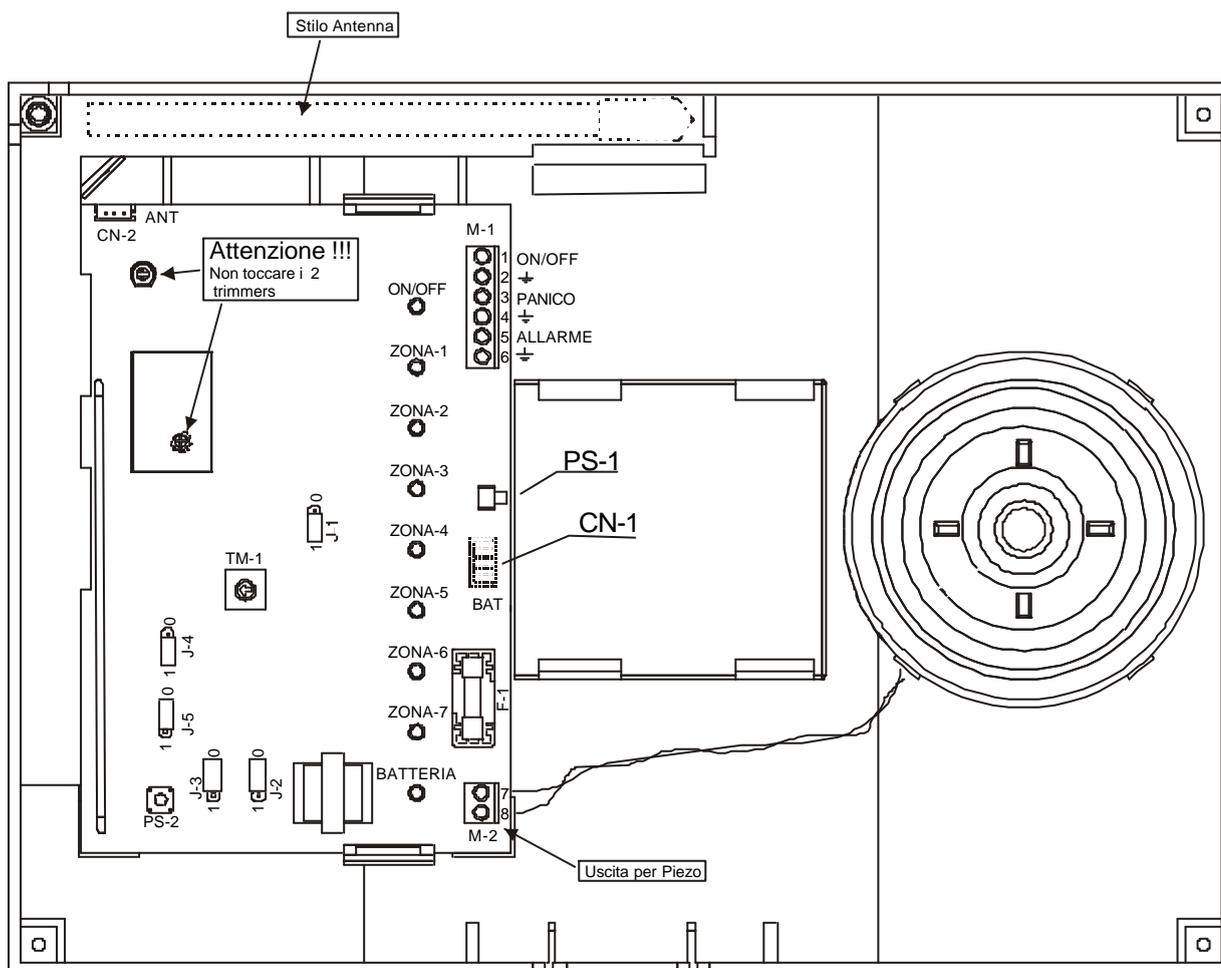

Fig. 4 – Vista d'insieme della Centrale SR-71.21
- Per l'identificazione dei ponticelli, del potenziometro antisaturazione e dei morsetti per i collegamenti filari, riferirsi alla fig. 4 (pag. 6).
Attenzione!!! Non tentare di regolare i due trimmers indicati nella Fig. 4, tale azione renderebbe inefficiente l'intera Centrale.
Nota: Per l'attivazione di un PROG/TEL (Programmatore telefonico) con collegamento via filo, i segnali si devono prelevare dalla morsettiera M-1 della Centrale SR-71.21, (vedere fig. 4 a pag 6 e schema a pag. A-1).